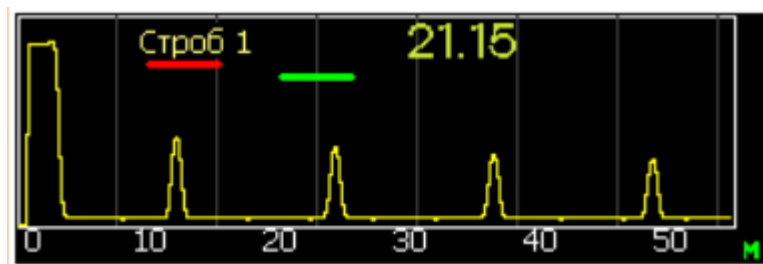
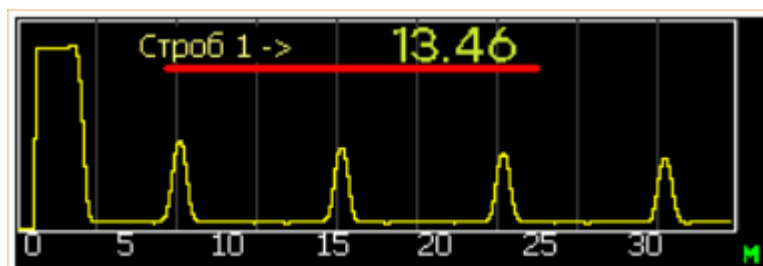
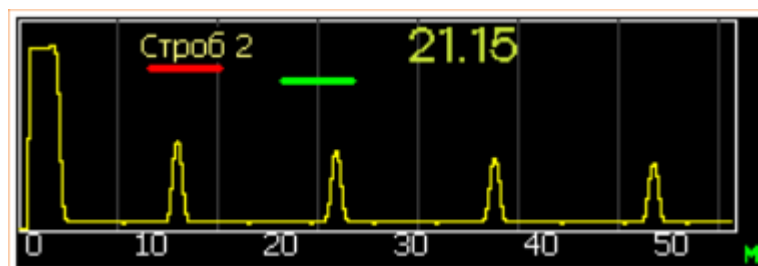

Рисунок 3.4 – Расположение 1 строба (красного) над донным сигналом
Рисунок 3.5 – Расположение 1 строба (красного) над несколькими донными сигналами
Рисунок 3.6 – Расположение двух стробов над донными сигналами
- 1 строб, 2 строб – настроить положение стробов в зависимости от выбранного алгоритма измерения толщины: 1 строб (красный) должен захватывать первый донный сигнал (Рисунок 3.4) или допускается захватывать несколько донных сигналов при измерении только по 1 стробу (Рисунок 3.5), 2 строб (зеленый) должен захватывать второй донный сигнал (Рисунок 3.6). При измерении по одному стробу настроить длину строба (Рисунок 3.5).